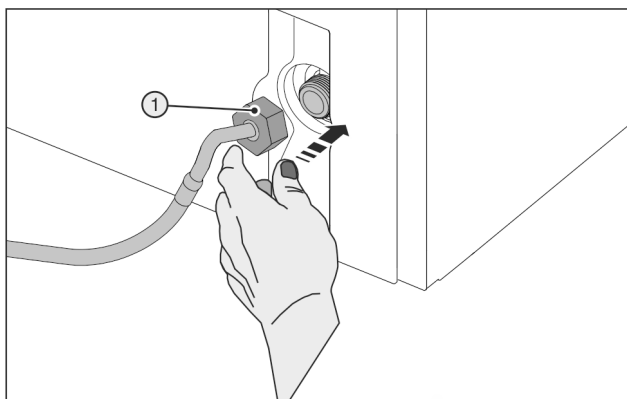

Fig. 24
- Zakładać ostrożnie nakrętkę Fig. 24 (1) i przykręcać prosto do gwintu.
- Ostrożnie umieścić nakrętkę Fig. 24 (1) i przykręcić prosto dwoma palcami na gwincie, aż do uzyskania pewnego, ścisłego mocowania.
- Narzędzie pomocnicze (5) stosować wyłącznie w temperaturze pokojowej.
- Nakrętkę Fig. 24 (1) dokręcić przy użyciu narzędzia pomocniczego (5) w kierunku zgodnym z ruchem wskazówek zegara do momentu osiągnięcia maksymalnego momentu obrotowego i przekręcenia narzędzia pomocniczego (5).